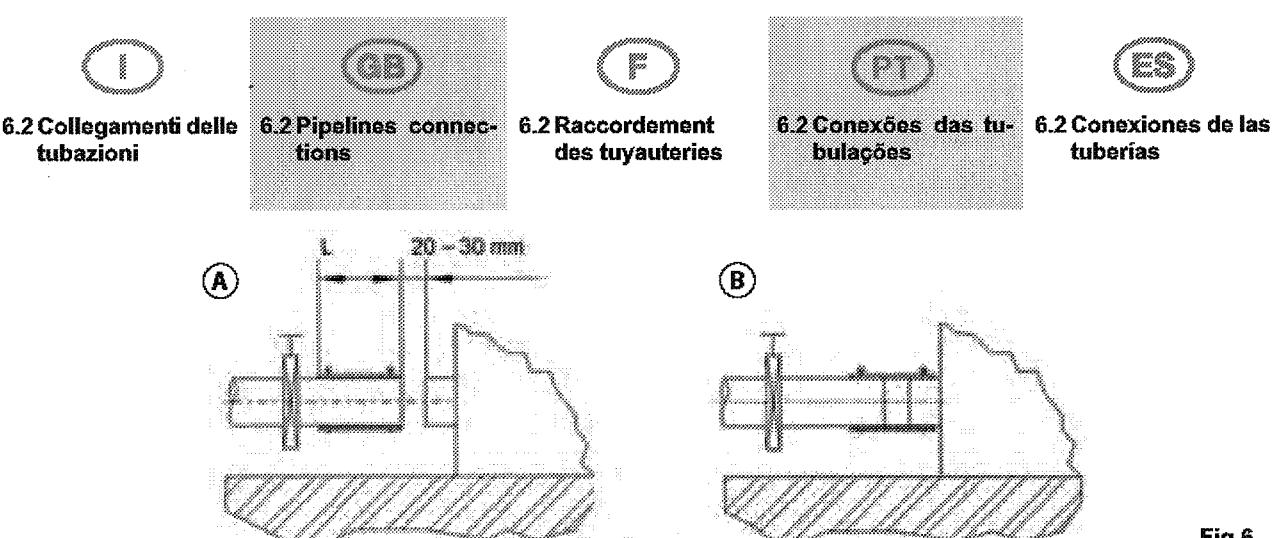

Fig.6
Inserire i manicotti elastici e le relative fascette sui tubi terminali dell'impianto come mostrato in Fig. 6 (A).
Posizionare il tubo terminale di ROBOX alla distanza indicata in Fig. 6 (A).
Spostare il manico elastico nella posizione definitiva e serrare le fascette, Fig. 6 (B).
Insert the elastic connectors and relevant hose clamps on the terminal pipes as indicated in Fig. 6 (A).
Position the ROBOX terminal pipe at the distance indicated in Fig. 6 (A).
Position the elastic connectors in the final position and fasten the hose clamps as in Fig. 6 (B).
Insérer les manchettes souples et les colliers sur les tuyauteries de l'installation, comme illustré sur la Fig. 6 (A).
Placer les tuyauteries du ROBOX à la distance indiquée sur la Fig. 6 (A).
Déplacer la manchette souple sur sa position définitive et serrer les colliers Fig. 6 (B).
Introduza as mangas elásticas e as respectivas abraçadeiras nos tubos terminais da instalação como mostrado na Fig. 6 (A).
Posicionar o tubo terminal do ROBOX na distância indicada na Fig. 6 (A).
Coloque a manga elástica na posição definitiva e aperte as abraçadeiras, Fig. 6 (B).
Introduzca los mangos elásticos y las abrazaderas en los tubos terminales de la instalación como se muestra en la Fig. 6 (A).
Coloque el tubo terminal de conexión a ROBOX a la distancia indicada en la Fig. 6 (A).
Desplace el manguito elástico hacia su posición definitiva y apriete las abrazaderas, Fig. 6 (B).